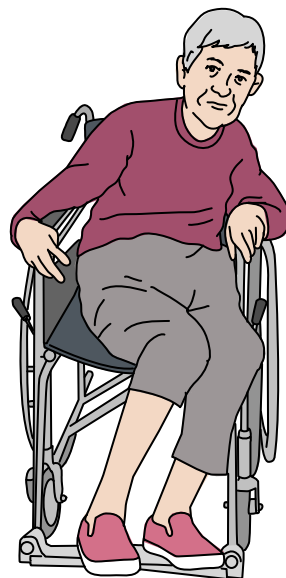

図1 左に傾いたまま
①「身体・心理的適合」がうまくいっていない例
- 左に傾いたまま…（図1）